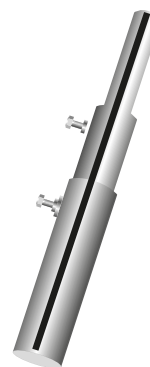

Рисунок 2
- 4 Приготовьте необходимые инструменты и приспособления (дрель, гаечные ключи, молоток и т.д. и т.п.), вкрутите стопорные болты в наваренные гайки до фиксации колен между собой так, чтобы не происходило самопроизвольного выдвигания колен. Освободите мачту от транспортировочной ленты. Рис. 2.